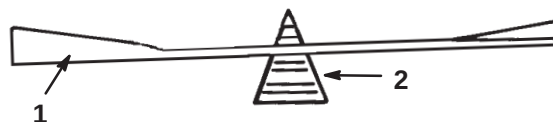

Figure 21
2. Vérifiez l'équilibre de la lame en la plaçant sur un équilibreur (Fig. 21). Si la lame reste horizontale, elle est équilibrée et peut être utilisée. Si la lame est déséquilibrée, limer un peu le dos de la lame. Vérifiez de nouveau et répétez la procédure jusqu'à ce que la lame soit équilibrée.